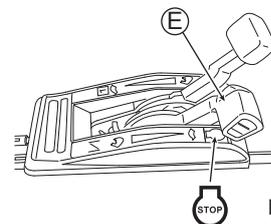

Fig. 13
2. Placez la Manette des gaz (E) sur "STOP". (Voir Fig. 13)